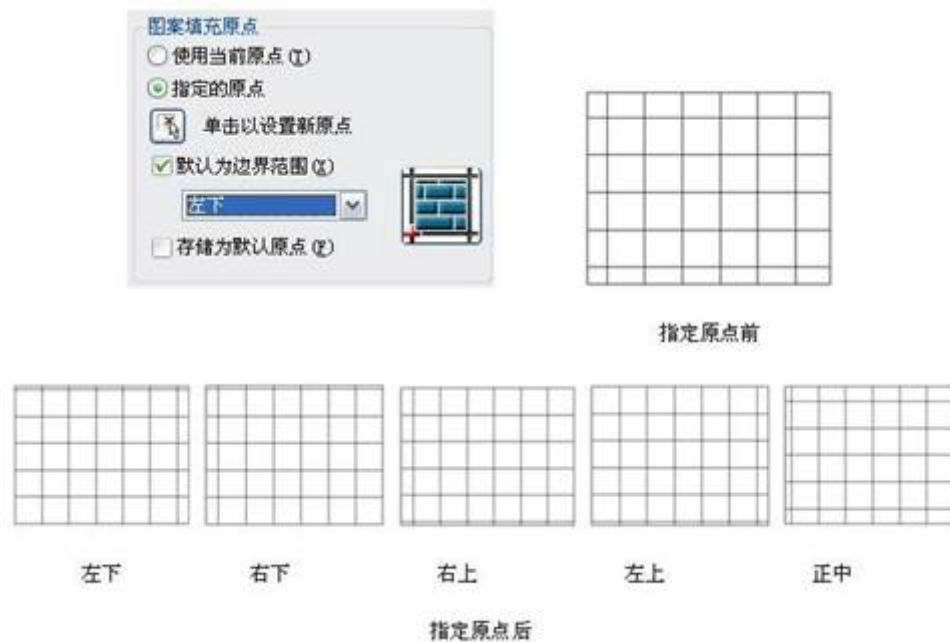

图 4-4 图案填充指定原点
**图案填充原点：**在实际的绘图过程中，有时需要将填充图案严格对齐到某个局部边界，此时就需要指定原点，在早期版本的 ZWCAD 中使用 `snabase` 参数实现，在 08i 版中把这个参数的功能设计在界面上，这就使得执行更加方便，在用鼠标指定了原点后，可以进一步调整原点相对与边界范围的位置，共有 5 种情况：左下、右下、左上、右上、正中。另外在选择了“存储为默认原点”选项后，可将原点坐标信息保存起来，避免重复设置，原点坐标值通过系统变量 `HPORIGIN` 查看。如图 4-4 所示。